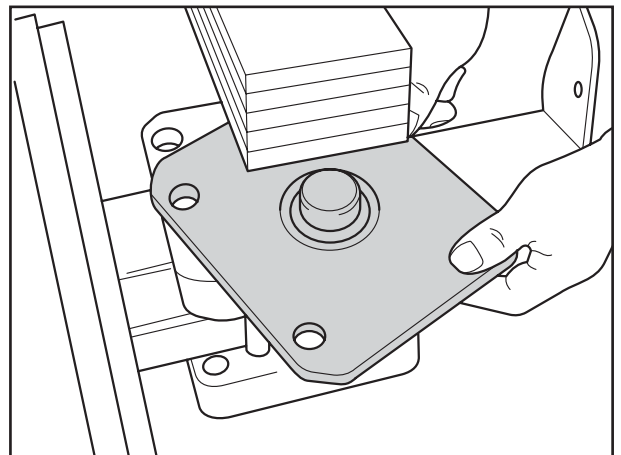

Fig. 9
-  Wurde der Achslappen abgetrennt, neuen Achslappen auf die Achse legen (Fig. 9) und ausrichten.
If the axle plate has been separated, place new axle plate onto axle (Fig. 9) and align.
Si le patin de fixation a été enlevé, poser sur l'essieu un patin neuf (fig. 9) et l'aligner.